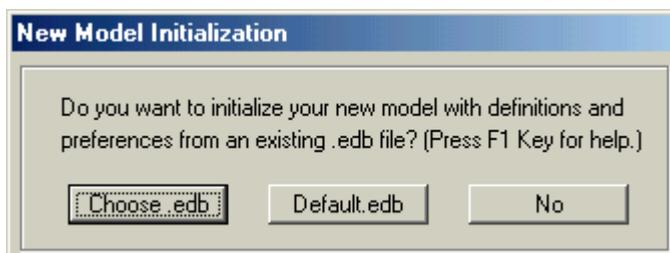

Figura 2
- B. Hacer clic en el comando File **Menu** > **New Model** o en el botón New Model . Se presentará el formulario mostrado en la figura 2.